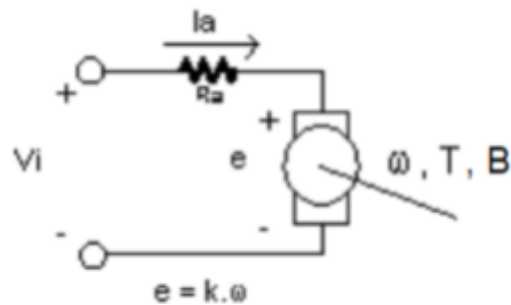

Figura II.2. Modelo del motor/generador.
2. Motor y generador idénticos, según modelo de la Fig. II. 2.